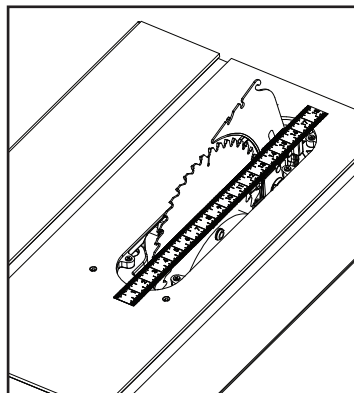

Figure 26
3. À l'aide d'une règle droite, alignez le couteau diviseur avec la lame comme illustré dans la Figure 26.